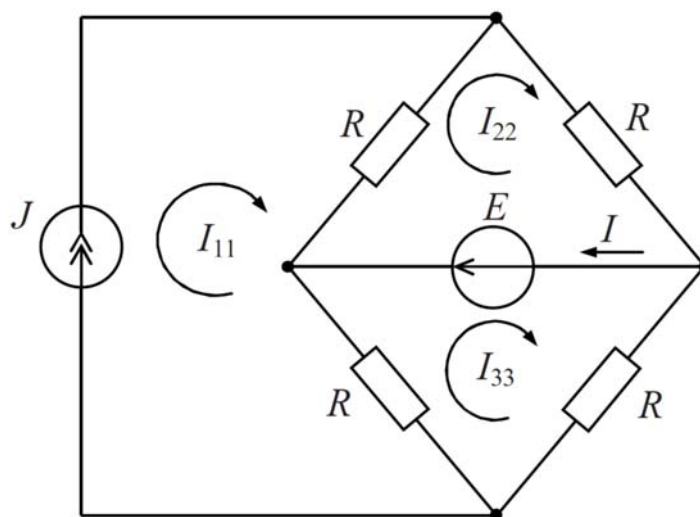

Рис. 15
2.5 Определить ток I методом контурных токов схемы, изображенной на рис. 15, если $E = 80\text{ В}$, $R = 40\text{ Ом}$, $J = 3\text{ А}$.